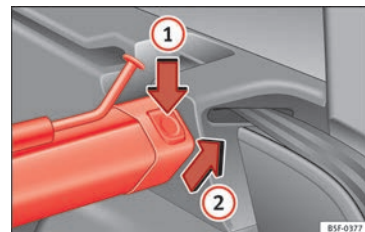

Bild 168 I bagageutrymmet: Ta bort avdelningsnätet.
- Tryck på vänstra eller högra upplåsningshandtaget » **bild 168** i pilens riktning **1**.
- Ta bort huset från stödet i pilens riktning » **bild 168 2**.
- Tryck in huset i det vänstra och det högra stödet i pilens motsatta riktning » **bild 168 2** tills den hakar fast.